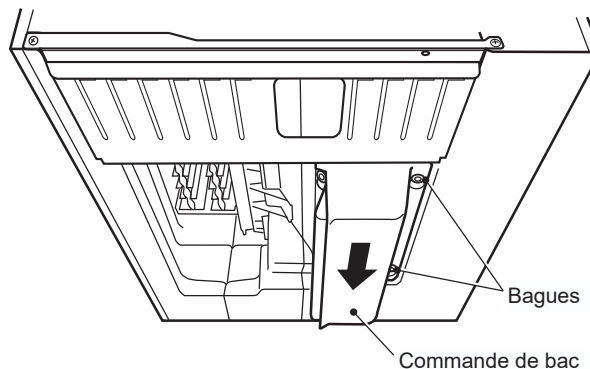

Fig. 6
7) Tout en tirant le fil de la commande du bac vers le haut, fixer la commande du bac sur la paroi intérieure, du côté droit. Soulever ensuite la commande du bac contre la partie inférieure de l'appareil et la faire glisser vers l'arrière jusqu'à ce qu'un dé clic confirme sa mise en place. Les trous à rainures situés du côté droit de la commande du bac doivent être placés sur les bagues, au niveau de la partie inférieure de l'appareil. Voir fig. 6.